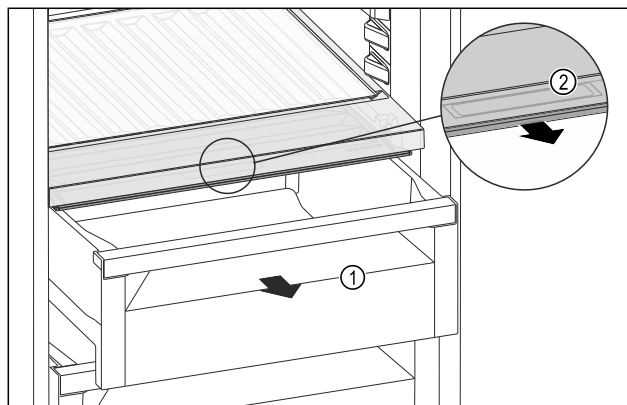

Fig. 206
- ▶ Izvlecite predal Fig. 206 (1).
- ▶ Primite prijemalno vdolbino Fig. 206 (2) na pokrovu predala in predal istočasno povlecite naprej.